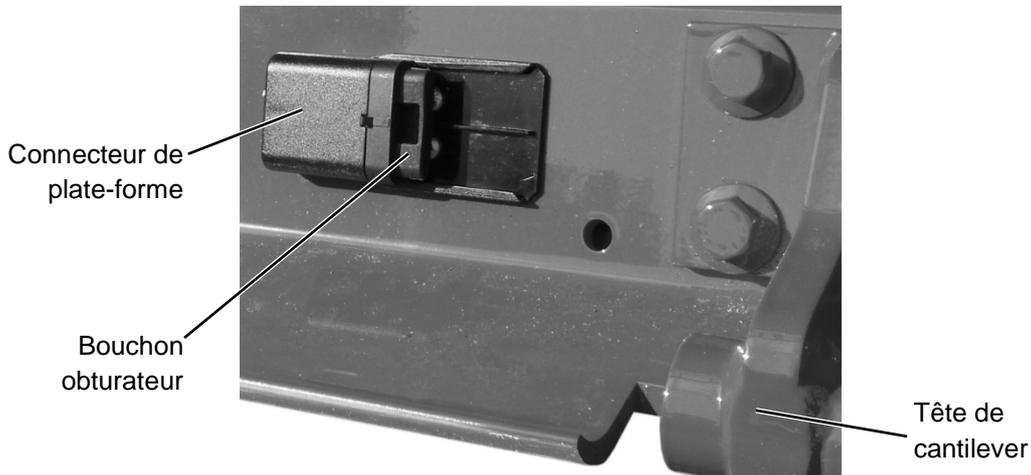

Figure 42 : Connecteur de plate-forme
Pour monter le capteur d'inclinaison **B15S**, un connecteur de plate-forme est présent sur la partie inférieure de la plate-forme à côté de la tête de cantilever à droite (voir Figure 42). L'alimentation électrique des composants électriques de la plate-forme se fait également par le connecteur de plate-forme et le capteur d'inclinaison **B15S**.
- ▶ Retirez le bouchon obturateur du connecteur de plate-forme (voir Figure 42).